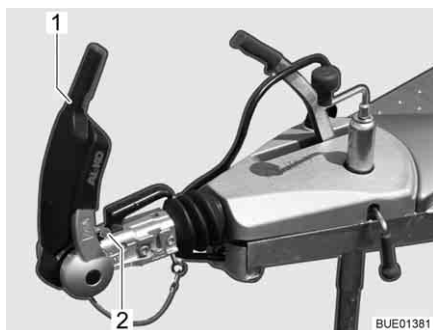

Bild 208 Indikering friktionsbelägg fram och bak
- Öppna stabiliseringshandtaget (Bild 208,1).
Kontrollen sker med hjälp av indikeringen framför kopplingshandtaget (Bild 208,2).